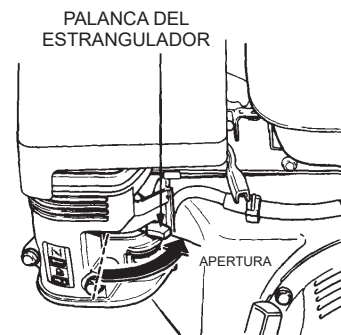

Figura 11. Palanca del estrangulador del motor (abierta)
4. Coloque la palanca del estrangulador (consulte la Figura 11) en posición **abierta** si arranca el motor caliente o la temperatura es alta.